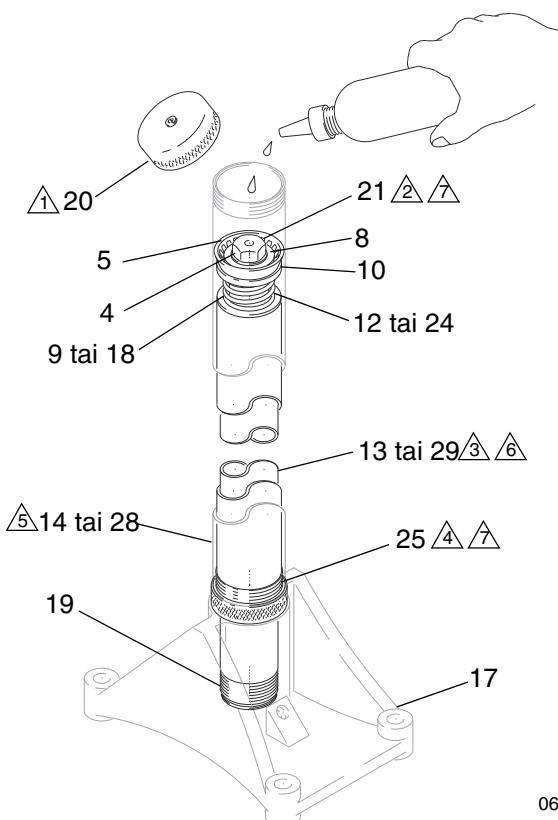

FIG. 6
Irrota nostoputken (14 tai 28) tulppa (20) 2–6 viikon välein ja tiputa muutama pisara ohutta korkealaatuista moottoriöljyä putken sisäpinnalle nahkatiivisteen (10) voitelua varten. Katso FIG. 6. Kun vaihdat korkin, kiristä kireyteen 37–54 N•m (20–40 ft-lb).
Vaihda nahkatiivisteet (10) ruuvaamalla laakerikoteloa (25) irti nostoputkesta (14 tai 28) ja liu'uta putki ylös irti mäennästä (11). Katso FIG. 6. Ruuva männän kiinnitysruuvi (21) irti männän rungosta ja irrota osat. Tarkista osat kulumisen ja vaurioiden varalta ja vaihda tarvittaessa.
Vaihda ohjainputken tiiviste (19) ruuvaamalla ohjainputki (13 tai 29) irti nostolaitteen jalustasta (17). Poista tiiviste paikoiltaan. Katso FIG. 6. Varo vaurioittamasta ohjainputken laakerin ulkopintaa. Aseta jalustaan uusi tiiviste. Aseta PTFE-nauha ohjainputken kierteisiin ja ruuva putki kiinni jalustaan. Kiristä momenttiin 122–175 N•m (90–130 ft-lb).